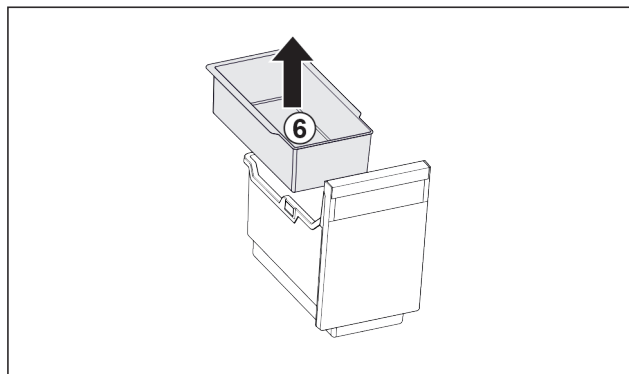

Fig. 118
- ▶ Vegye ki a beakasztható tálcat Fig. 118 (6).